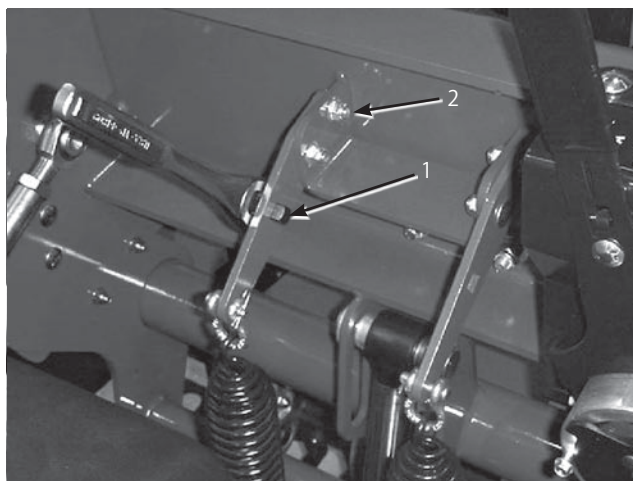

図38
2. スプリング・プレート (図38) の四角い穴に 1/2" のラチェットまたはバールを差し込む。